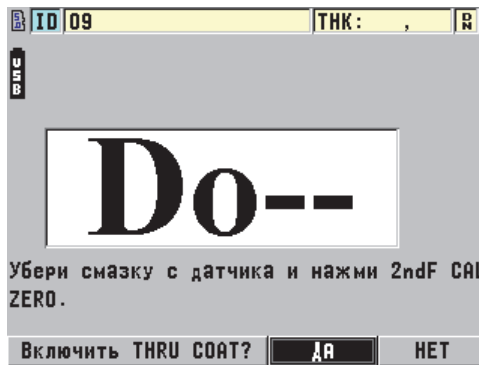

Рис. 6-6 Окно настройки THRU-COAT
4. Нажмите [2nd F], [CAL ZERO] (Do ZERO) [см. Рис. 6-6 на стр. 91].